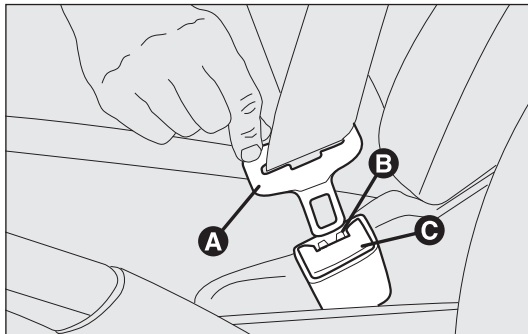

fig. 129
### IMPIEGO DELLE CINTURE DI SICUREZZA fig. 129
**Non premere il pulsante C-fig. 129 durante la marcia.**